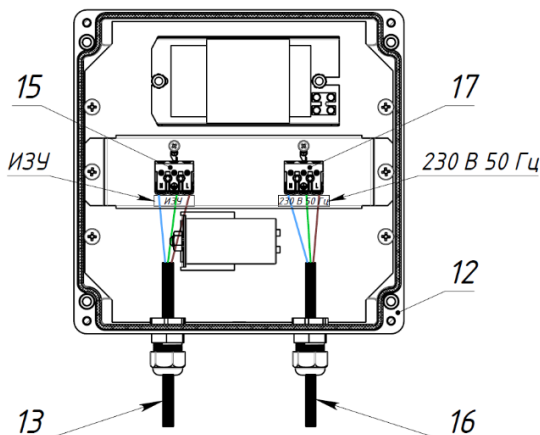

Рис. 9
5.1. Зачистить изоляцию питающего кабеля ИЗУ (13). Завести питающий кабель ИЗУ (13) в корпус Driver box for FOUNDRY 150H (12) через кабельный ввод и подключить провода к клеммной колодке с этикеткой «ИЗУ» (15) в соответствии с указанной полярностью на клеммной колодке: L, N, PE (L – коричневый*, N – синий*, PE – желто-зеленый*, где * - цвет изоляции проводов внутри кабеля, цвет может отличаться в зависимости от выбранного кабеля), затянуть кабельный ввод моментом, предотвращающий вырыв питающего кабеля ИЗУ, см. рис. 9.
5.2. Зачистить изоляцию сетевого кабеля Driver box for FOUNDRY 150H (16), максимальный диаметр кабеля ИЗУ – 11,5 мм, максимальное сечение жил 2,5 мм². Завести сетевой кабель (16) в корпус Driver box for FOUNDRY 150H (12) через кабельный ввод и подключить провода к клеммной колодке с этикеткой «230 В 50 Гц» (17) в соответствии с указанной полярностью на клеммной колодке: L, N, PE, затянуть кабельный ввод моментом, предотвращающий вырыв сетевого кабеля ИЗУ, см. рис. 9.